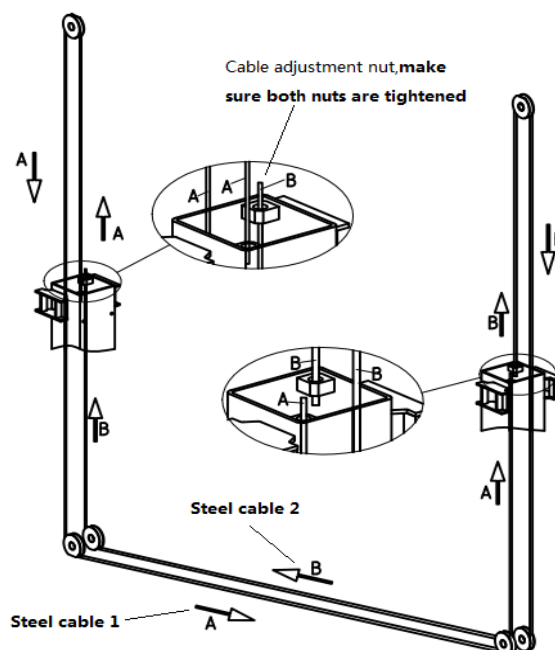

Abb. 5
4. Installieren Sie das Stahlseil wie in der Abbildung gezeigt. (Abb. 5)